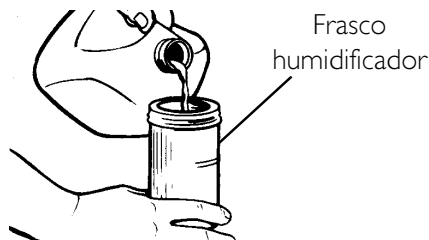
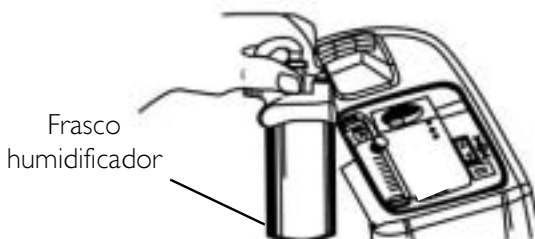
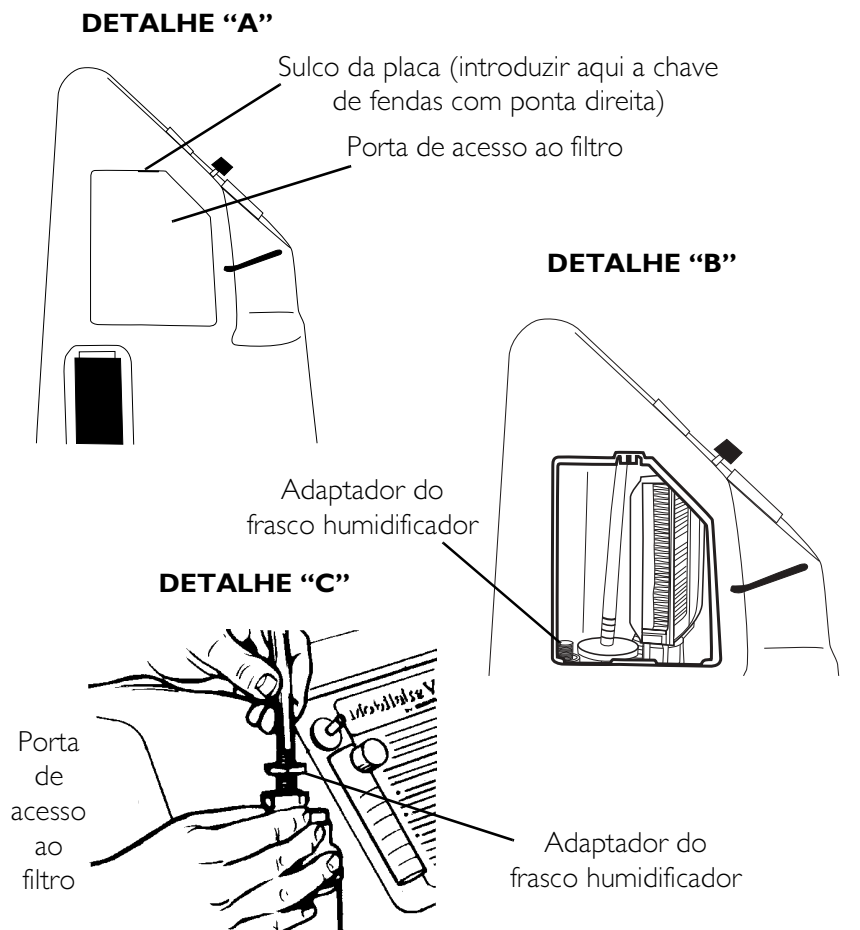
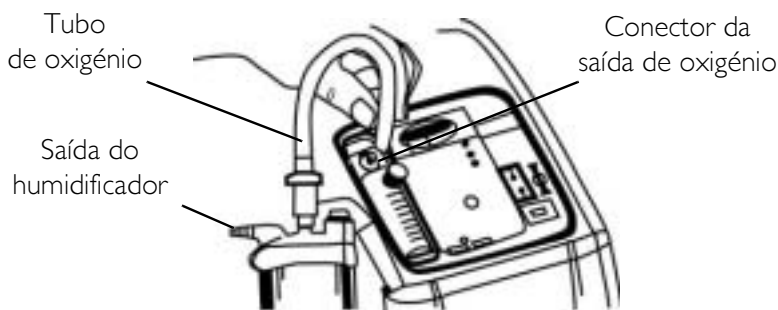

FIGURA 5.1 Enchimento do humidificador
FIGURA 5.2 Compartimento do humidificador
FIGURA 5.3 Colocação do adaptador do frasco humidificador
FIGURA 5.4 Ligação do tubo de oxigénio
NOTA: Relativamente a este procedimento, consultar FIGURA 5.1 na página 228, FIGURA 5.2 na página 229, FIGURA 5.3 na página 230 e FIGURA 5.4 na página 231.
3. Retire a porta de acesso ao filtro, situada na parte lateral do concentrador. Introduza uma chave de fendas de ponta direita no sulco da placa, na extremidade superior da porta de acesso ao filtro, e abra a porta com cuidado. Ver detalhe “A” na FIGURA 5.3.
4. O adaptador do humidificador situa-se junto ao filtro da entrada. Puxe e retire o adaptador do frasco humidificador. Ver Detalhe “B” na FIGURA 5.3.
5. Coloque o adaptador no desumidificador, rodando a porca com orelhas do frasco humidificador no sentido contrário aos ponteiros do relógio, até estar bem apertada. Ver Detalhe “C” na FIGURA 5.3.